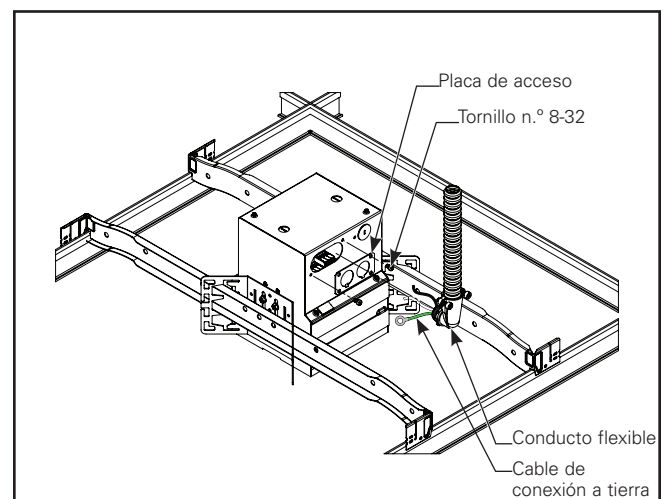

Figura 1.5.
3. Retire la placa de acceso de la luminaria y abra uno de los orificios ciegos de 1/2 in. (Figura 1.5).